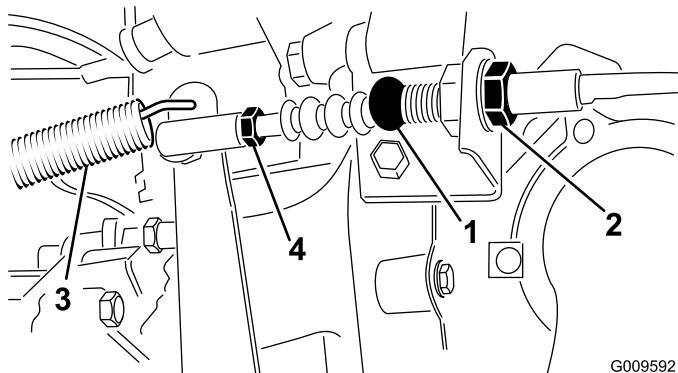

Figura 74
1. Allentate i controdadi che fissano il cavo della frizione alla staffa sul cappuccio del volano (Figura 74).